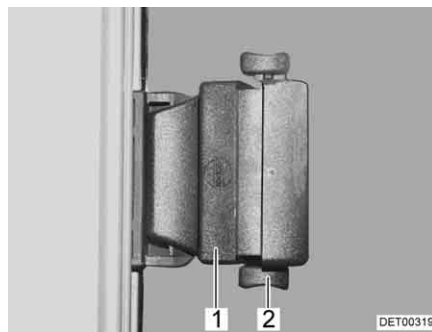

Fig. 79 Fenêtre coulissante avec verrouillage poussoir
- Pousser le verrouillage (Fig. 79,2) vers le haut.
- Appuyer sur la poignée (Fig. 79,1) et la pousser simultanément vers l'avant ou l'arrière.